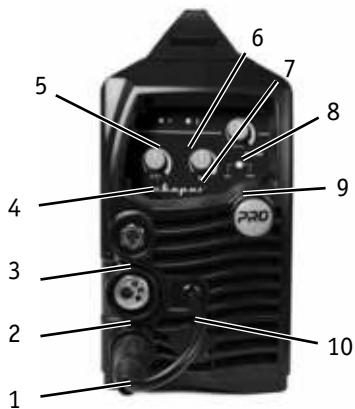
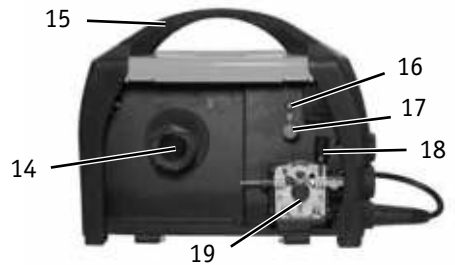

Рис. 1.1
Рис. 1.3
2. Вст ьте св рочную горелку в «еврор зьем» (2) (**рис. 1.1**) н передней п нели пп - р т и прикрутите его. После уст новите к тушку с проволокой, уст новите ролики с теми к н вк ми, которые соответствуют ди метру проволоки. З фиксируйте проволоку с помо щью ручки з жим проволоки (18) (**рис. 1.3**). С помощью кнопки прогон проволоки (16) (**рис. 1.3**) протяните проволоку внутрь горелки.
5. В з висимости от требуемой полярности вст ьте к бельную вилку, соединенную с клеммой з земляния, в соответствующий р зьем «-» или «+» н передней п нели св рочного пп р т (1 или 3) (**рис. 1.1**) и з крутите его по ч совой стрелке.
6. Вставьте к бели полярности (10) **(рис. 1.1)** в свободный (не подключенный к клемме из земли) разъем св. ручного аппарата и изкрутите его по часовой стрелке.
7. Произведите настройку процесса сварки на передней панели управления аппарата. Выберите настройку MIG с помощью переключателя (9) **(рис. 1.1)** установите значение скорости подачи проволоки (8), выберите более низкое напряжение дуги (7) **(рис. 1.1)**.
2. На передней панели имеется два разъема «+» и «-» (1 и 3) **(рис. 1.1)**. Для плотного закрепления прямого и обратного кабелей в разъем необходимо вставить к бели вилку в соответствующий клеммный разъем до упора и повернуть его по часовой стрелке. При неплотном подключении к белей возможны повреждения контактов белиго разъемов, так и источник питания.
6. Выберите способ сварки ММА переключателем на передней панели аппарата (9) **(рис. 1.1)**. С помощью регулятора (4) **(рис. 1.1)** установите значение тока.